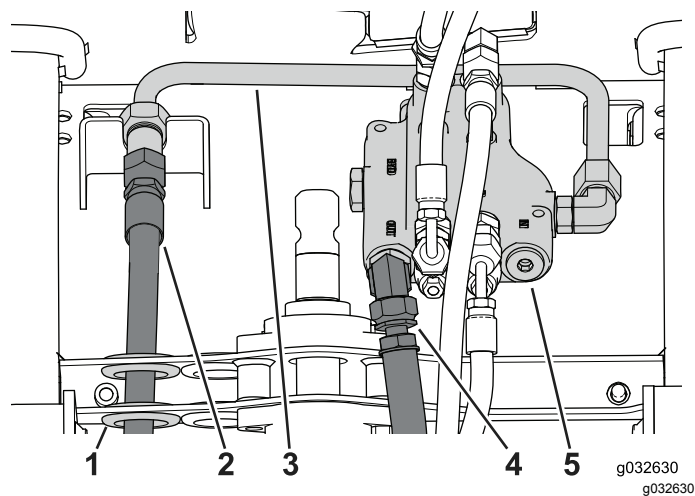

Bild 82
5. Verlegen Sie den Zulaufschlauch durch die Scheibe und schließen ihn am Rohranschluss an (**Bild 82**).
6. Schließen Sie den Rücklaufschlauch am Regelventil an (**Bild 82**)